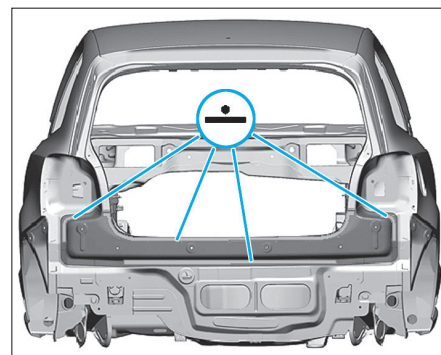

FIG. 114
- Souder par points la traverse (Fig.114).